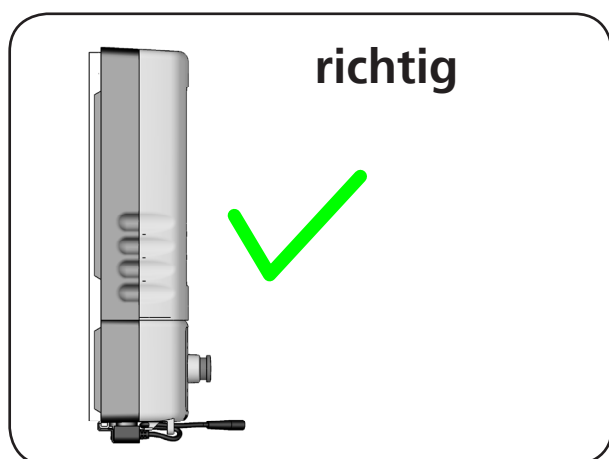

Abbildung 25
3. Zum Einsetzen verfahren Sie in der umgekehrten Reihenfolge. Achten Sie darauf, dass der Entriegelungshebel in der Montageschiene einrastet und der Akkupack an der Montageschiene fest anliegt (Abbildung 25).